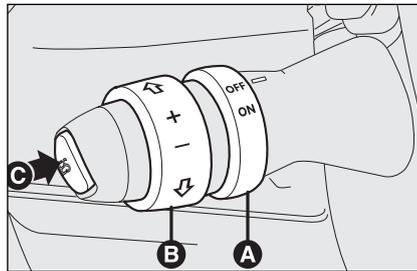

fig. 56
Ruotare la ghiera **A**-fig. 56 in posizione **ON**.
- ruotare la ghiera **A**-fig. 56 su **ON** e premendo il pedale dell'acceleratore portare la vettura alla velocità desiderata;
- premere il pulsante **C-fig. 56**.
- ruotando momentaneamente la ghiera **B-fig. 56** su (+).
- mantenendo ruotata la ghiera **B-fig. 56** su (-) fino al raggiungimento della nuova velocità che resterà automaticamente memorizzata.
Ruotare la ghiera **A-fig. 56** su **OFF** o la chiave di avviamento in posizione **STOP**. Il dispositivo viene inoltre automaticamente disinserito in uno dei seguenti casi:
In caso di funzionamento difettoso od avaria del dispositivo, ruotare la ghiera A-fig. 56 su OFF e rivolgersi alla Rete Assistenziale Fiat dopo aver verificato l'integrità del fusibile di protezione.